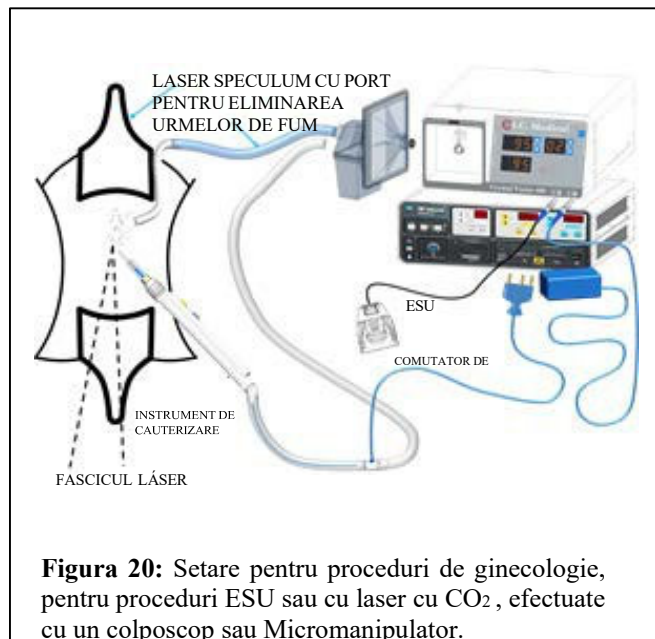

Figura 20: Setare pentru proceduri de ginecologie, pentru proceduri ESU sau cu laser cu CO₂, efectuate cu un colposcop sau Micromanipulator.
3. Pentru setare, consultați Figura 20.